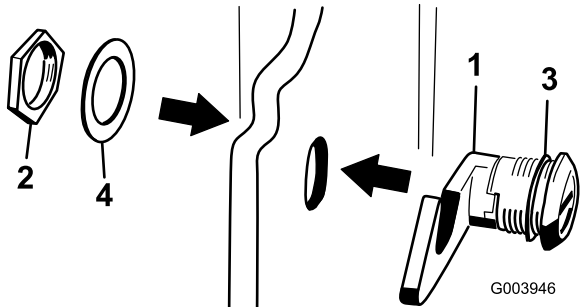

Figura 17
- Retire la tuerca del conjunto de cierre del capó (Figura 17).